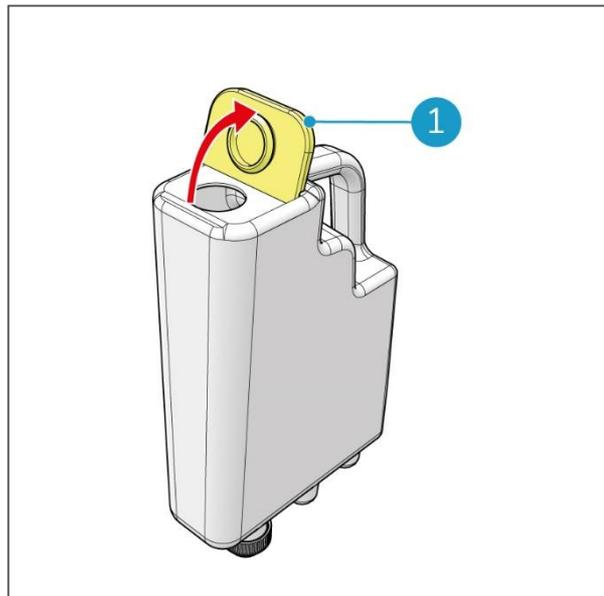

Abbildung 18
2. Öffnen Sie den gelben Einfülldeckel (Abbildung 18, Pos. 1).